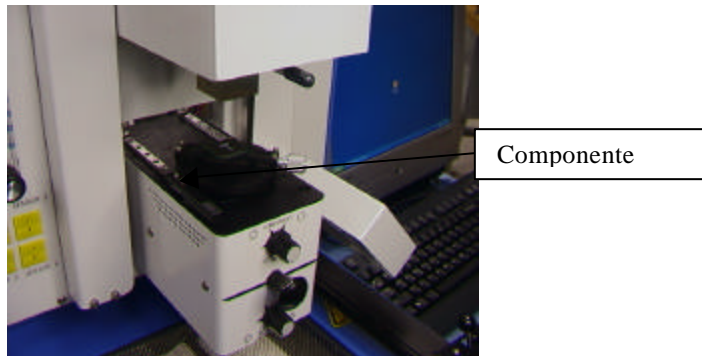

Figura 17a
- ix. Collocare il componente sulla piastra di montaggio, sul lato superiore dell'alloggiamento della telecamera (Figura 17a).